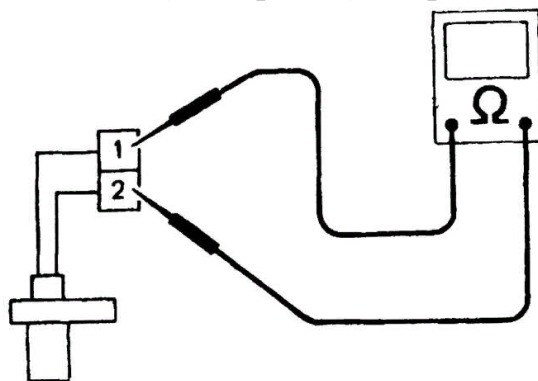

Рис. 8. Замер сопротивления обмотки ДПКВ.
**6.2.1. Проверка омметром** заключается в измерении сопротивления катушки. Для этого достаточно одновременно прикоснуться щупами к выводам катушки (рис. 8). Полярность прикосновения в данном случае не принципиальна. Сопротивление должно находиться в диапазоне **550 -700 Ом**.